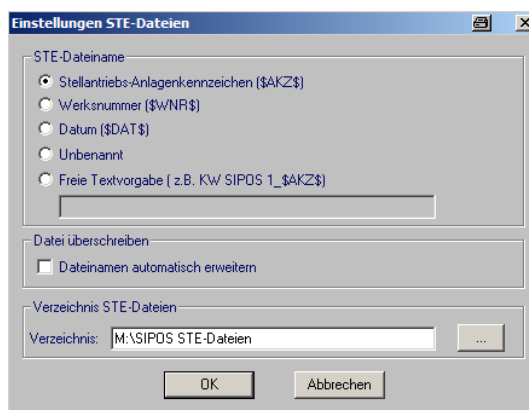

Abb. 4: *.ste-Dateien voreinstellen
6. Ggf. Art und Weise des Abspeicherns festlegen (siehe Abb. 4).